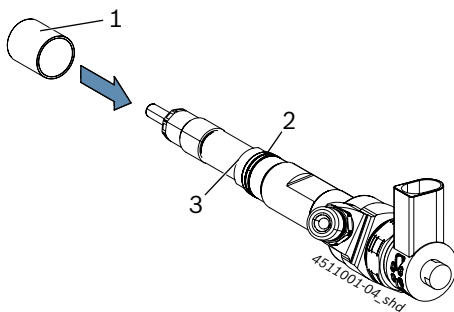

Fig. 4: Montaža adapterske puše na CR-injektor
3. Če jo potrebujete, ustrezno adaptersko pušo (Fig. 4, poz. 1) na CR-injektor potisnite do omejevalnega roba (Fig. 4, poz. 3).
4. V naslednjih korakih pazite, da adapterska puša ostane ob omejevalnem robu (Fig. 4, poz. 3) CR-injektorja in da se ne premakne navzdol.